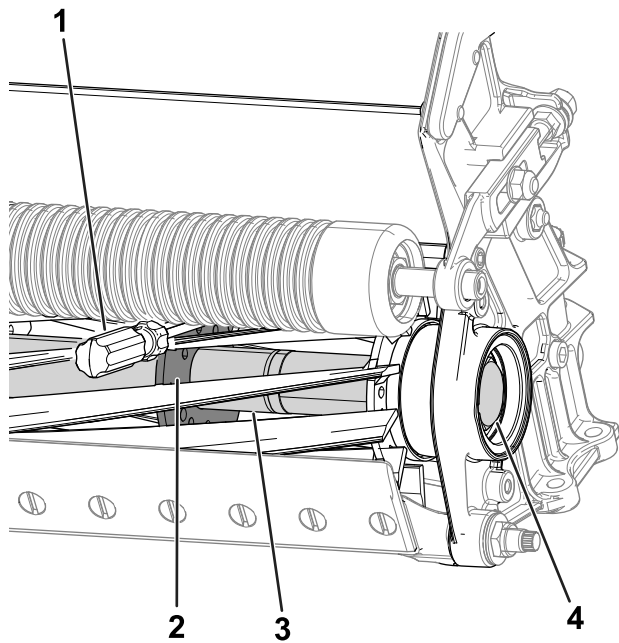

Bild 27
2. Stecken Sie ein langes Hebeleisen (empfohlen 10 mm x 300 mm mit Schraubendrehergriff) durch die Unterseite der Spindel, nahe an der Seite des Mähwerks, die Sie anziehen werden (Bild 27).
3. Setzen Sie das Hebeleisen gegen die Schweißseite der Spindelhalterung (Bild 27).